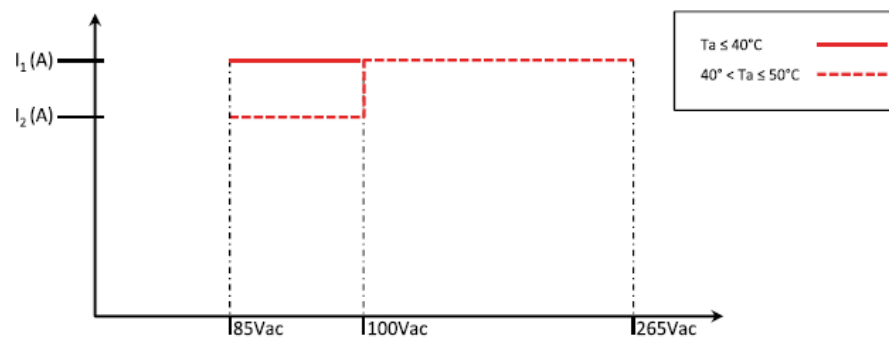

Рис. 2-1: Зависимость номинального выходного тока RMX-4104 от входного напряжения переменного тока и температуры окружающей среды
- \*21: Относится к рис. 2-1 ниже.